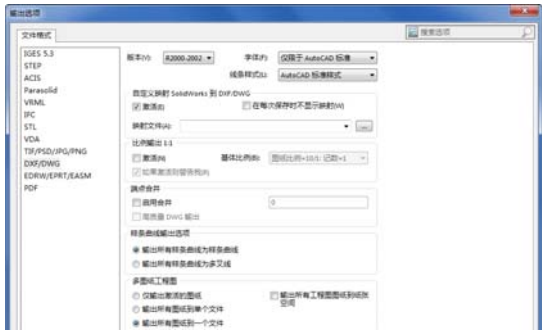

图 5-30 “输出选项”对话框
(4) 在“另存为”对话框中单击“选项”按钮，弹出“输出选项”对话框，如图 5-30 所示，设置文字映射文件为“SolidWorks to dwg . txt”，版本根据要输出的文件版本定，这里选择“R2004-2006”。
(5) 单击“确定”按钮关闭对话框。回到“另存为”对话框。
(6) 单击“保存”按钮关闭对话框。